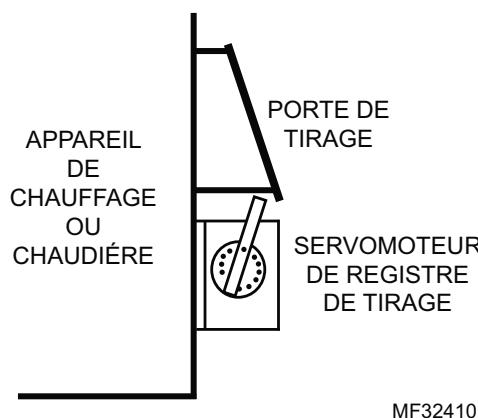

Fig. 7. Emplacement type du servomoteur de registre de tirage avec bras de levier.
- Placer le servomoteur sous le registre de tirage tel que montré à la Fig. 7. Le positionner de façon que la rotation extrême du bras de levier ouvre (soulève) le registre de façon appropriée. Le bras de levier doit entraîner le registre lorsque le servomoteur est alimenté.